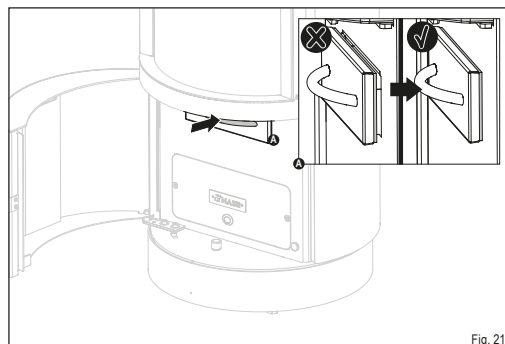

Fig. 21
Lorsque vous insérez le bac à cendres, veillez à ce que le joint soit plaqué (Fig. 21). Ainsi, le processus de combustion n'est pas perturbé par de l'air parasite.
- ✓ Faites glisser le bac à cendres dans l'ouverture de manière à ce qu'il soit hermétiquement fermé (Fig. 21).
- ▶ Faites glisser le bac à cendres dans l'ouverture (Fig. 21).